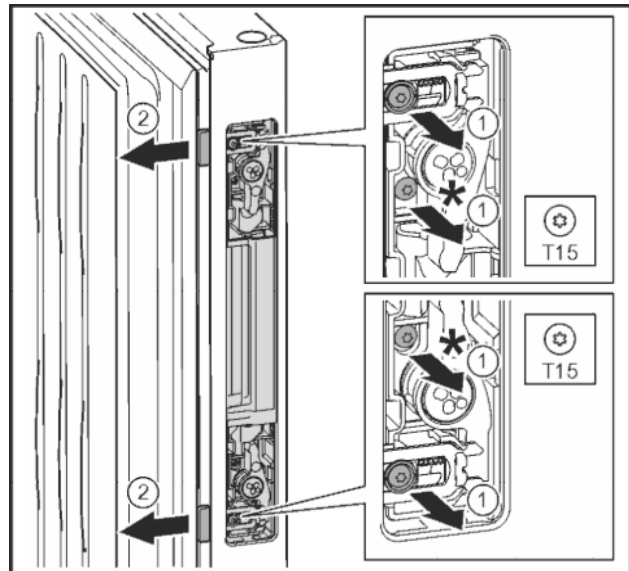

Fig. 31
- ▶ Vyšroubování šroubů včetně šedého plastového pláště pomocí šroubováku T15 *Fig. 31 (1)*
- ▶ Vyjměte energicky závoru pro otvírání dveří. *Fig. 31 (2)*